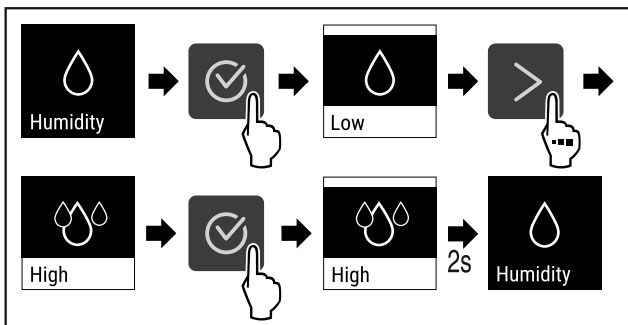

Fig. 94
- ▶ Изпълнете стъпките (виж Fig. 94) .